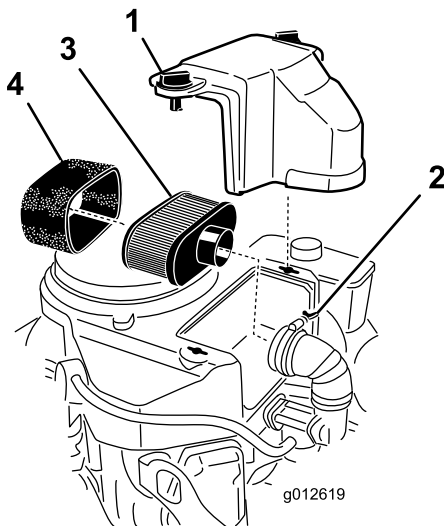

Figure 40
3. Nettoyez la surface autour du filtre à air pour éviter que des impuretés n'endommagent le moteur en tombant à l'intérieur (Figure 40).
4. Dévissez les boutons du couvercle et déposez le couvercle du filtre à air (Figure 40).
5. Dévissez le collier et déposez l'ensemble filtre à air (Figure 40).
6. Sortez délicatement l'élément en mousse de l'élément en papier (Figure 40).
1. Nettoyez l'élément en papier en le tapotant pour faire tomber la poussière. Remplacez-le par un neuf s'il est très encrassé (Figure 40).
1. Glissez délicatement l'élément en mousse sur l'élément en papier (Figure 40).
2. Posez l'ensemble filtre à air sur sa base ou sur le flexible et fixez-le en position (Figure 40).
3. Mettez le couvercle du filtre en place et serrez le bouton (Figure 40).